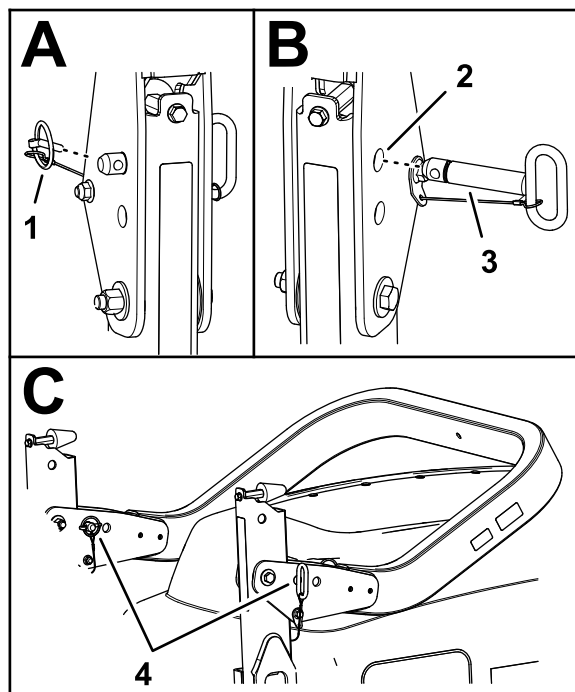

Figure 51
2. Retirez les goupilles à anneau qui fixent les axes de chaque côté de l'arceau de sécurité (Figure 51).